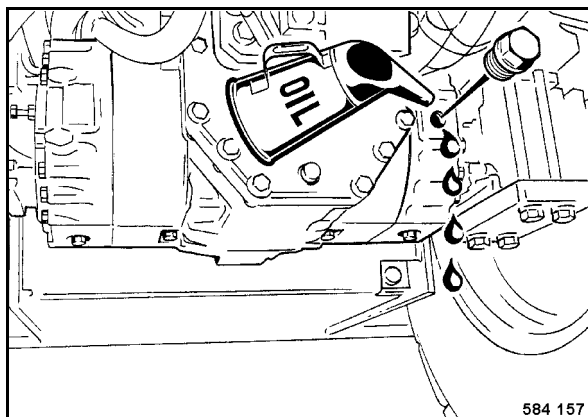

Fig. 115
- Desenroscar el tapón de control (Fig. 115) y comprobar el nivel de aceite.